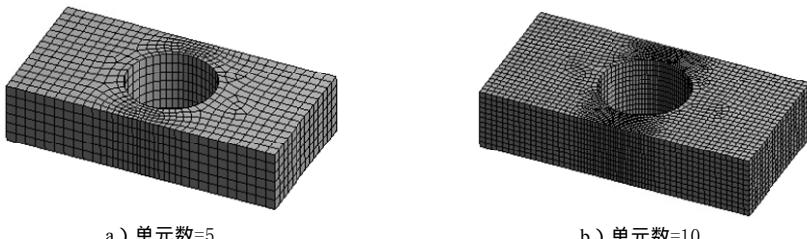

图 5.2.15 不同 Num Cells Across Gap 参数下的效果
- ◆ Num Cells Across Gap 文本框 (单元交叉间隙数): 用于设置单元交叉间隙参数, 值越大, 在结构近接处的网格被划分得越细致。设置该参数对网格划分的影响如图 5.2.15 所示。